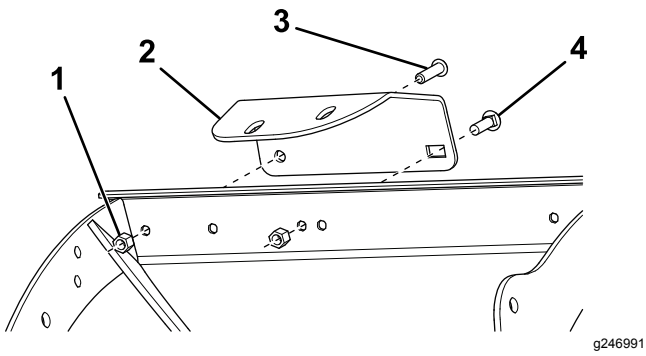

Figure 2
5. Fixez légèrement la plaque de support du ressort avec un boulon de carrosserie (3/8 po), un boulon à tête bombée et 2 contre-écrous (Figure 2).